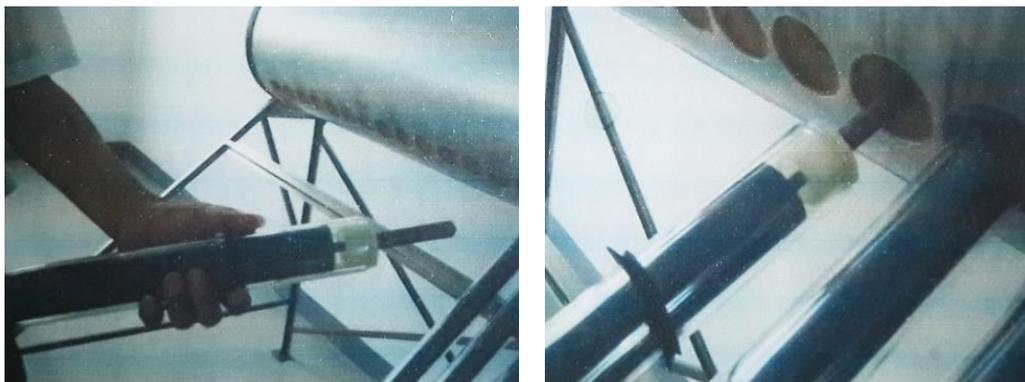

Figura 3.
- Aplique vaselina sobre la superficie exterior del cristal en el extremo próximo al tubo de cobre (10 cm aprox.) y coloque el sello de goma como se muestra en la figura 3.